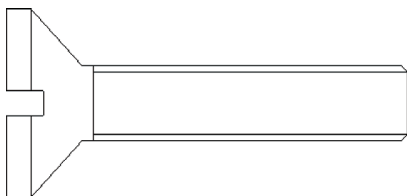

图 3-19 打开模型文件
STEP 01 单击快速访问工具栏中的“打开”按钮，打开模型文件，如图 3-19 所示。